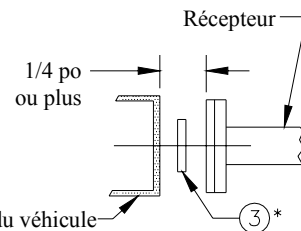

FIGURE 2
- * Si l'espace entre le support latéral du récepteur et le cadre du véhicule est de 1/4 po ou plus, installer au besoin des espaceurs 1-1/2 x 3 x 1/4 po pour trous ronds. Voir la figure 2.